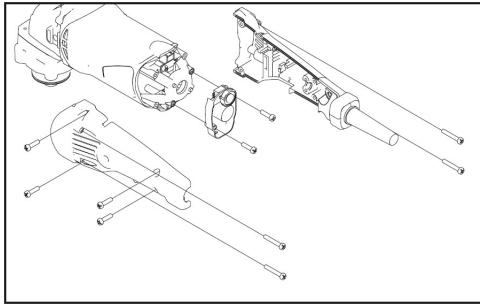

Fig. 10: Desatornillar la carcasa
Paso 2: Retire con cuidado los tornillos (Fig. 10) para el desmontaje de las dos mitades de la empuñadura y retire primero la mitad izquierda de la empuñadura. Tenga cuidado de no dañar los cables.